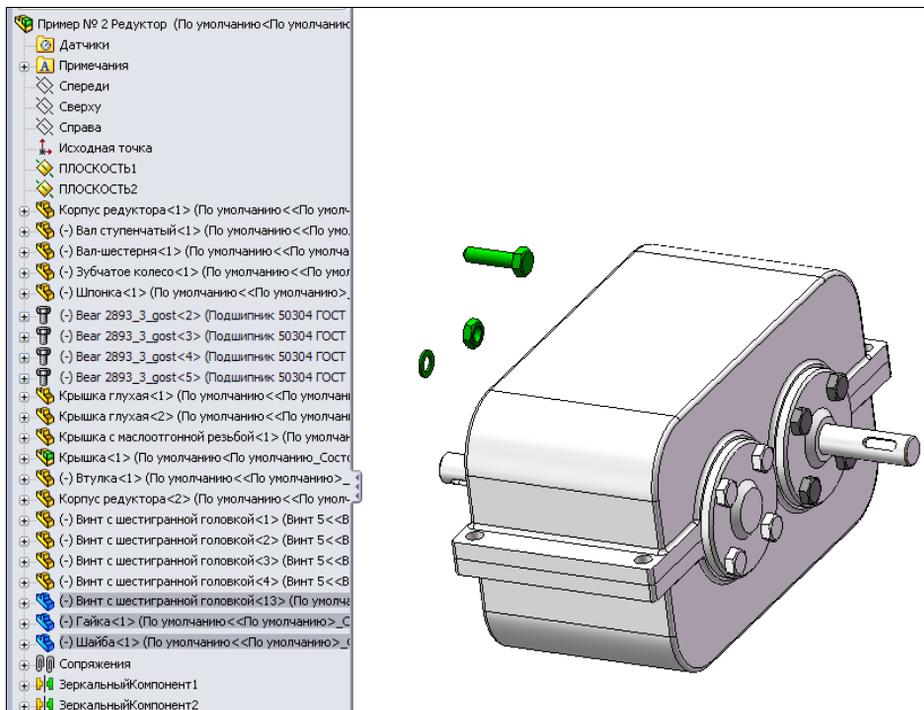

Рис. 6.59
37. Осталось закрепить две половины корпуса редуктора между собой. Внесем в сборку винт с шестигранной головкой (конфигурацию по умолчанию), гайку и шайбу, для чего воспользуемся кнопкой  — **Вставить компоненты** (рис. 6.59).